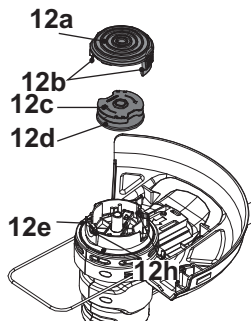

Fig. 25
3. Remova a bobina de aparar (12c) do invólucro (12e) (Fig. 25).